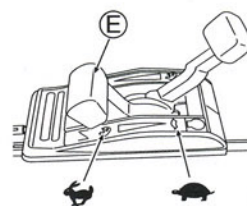

Рис. 7.
- Проверьте, чтобы во время рывка рукоятки стартера (V) за Вами никого не было.
- Крепко держите за рукоятку стартера (V), когда дергаете за нее.
- Плавно возвращайте рукоятку стартера (V) на место.
- 5 После использования прогрейте машину. После прогрева двигателя начинайте стрижку травы, переводя рычаг газа (E) в положение "D". (См. рис. 7.)